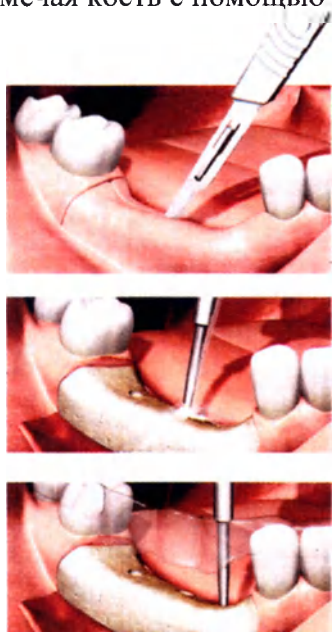

Рис. 1 – Подготовка места для имплантации
2. Подготовьте место для имплантации в соответствии с выбранной хирургической процедурой. Следуйте рекомендованной процедуре последовательности сверления костной ткани, определив местоположение и направление имплантатов, используя шаблон и размечая кость с помощью направляющей фрезы (рис.1).